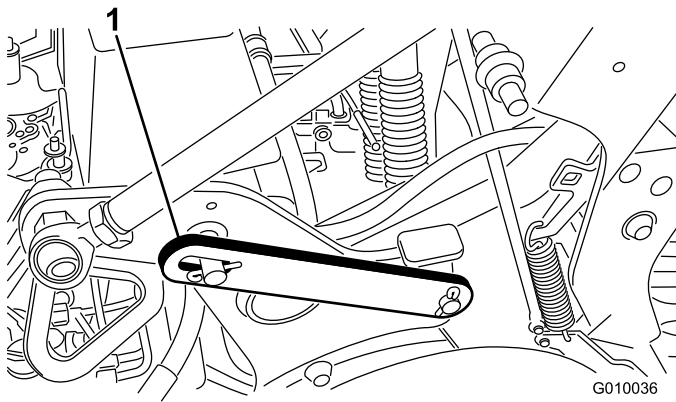

Bild 21
2. Entfernen Sie den Clipring, mit dem der Wartungsriegel in der Einlagerungsstellung befestigt ist (Bild 21).